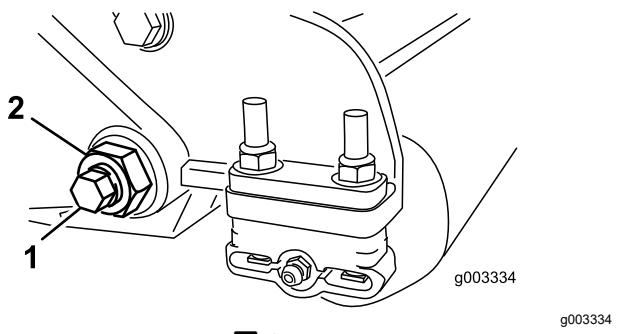

図 24
3. ベッドバーボルト図 24を固定しているロックナット機体両側をゆるめる。
4. 各ベッドバーボルトを外してベッドバーを下方に引くと、カッティングユニットから取り外せるようになります (図 24)。